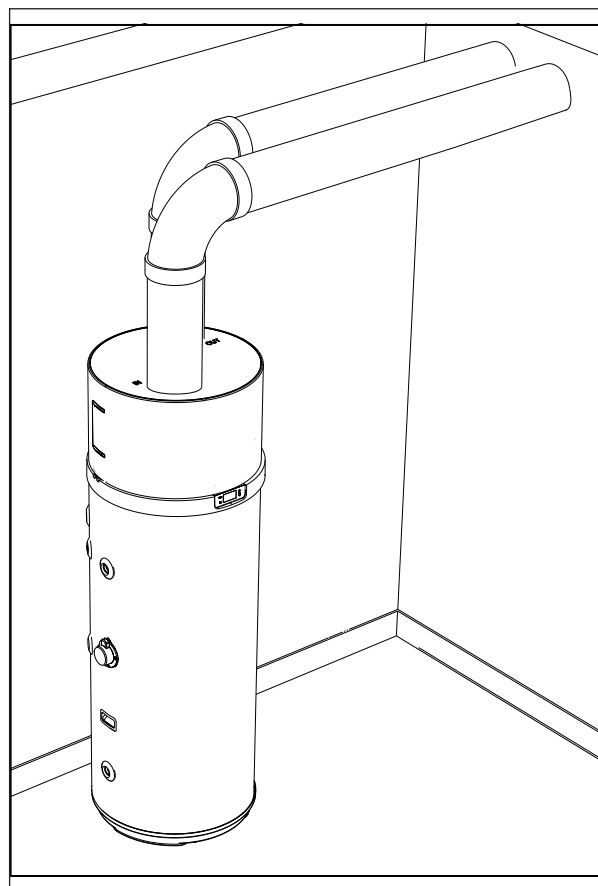

fig. 25
- IN e OUT canalizzati ("fig. 25" a pag. 32 e "fig. 26" a pag. 33)